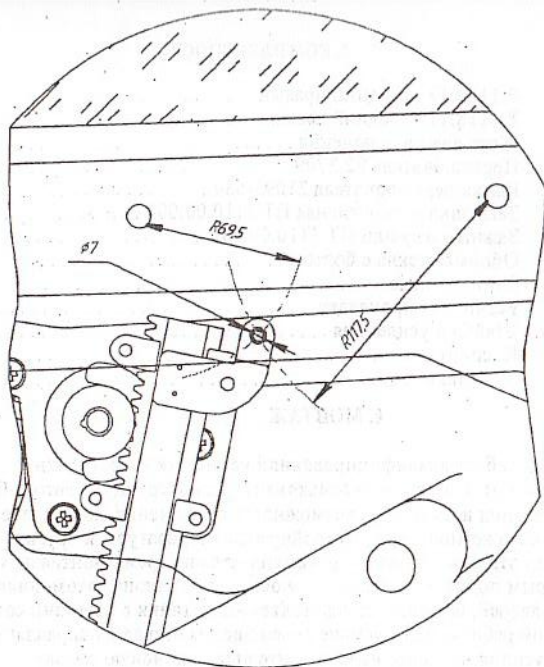

Рис.1
6.7 Разметить штангенциркулем и просверлить отверстия диаметром 7 мм на внутренней панели двери в соответствии с рис.1. Защитить металл в зоне отверстий нитрозмалью.